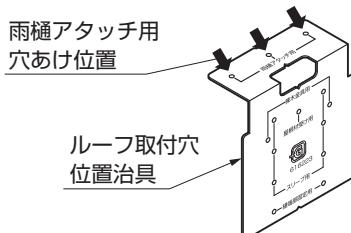

図11-22
- ①ルーフ取付穴位置治具を樋にあて、ケガキ、ドリルで水抜き穴Φ36と雨樋アタッチメント取付穴Φ3.2をあけてください。(図11-22、11-23参照)